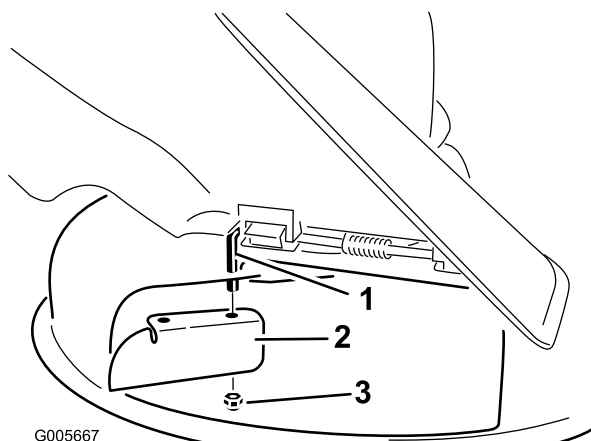

Figura 29
6. Instale el tabique en la varilla de pivote (Figura 29). Utilice la tuerca fina (3/8 pulgada) para fijar el deflector al cortacésped.